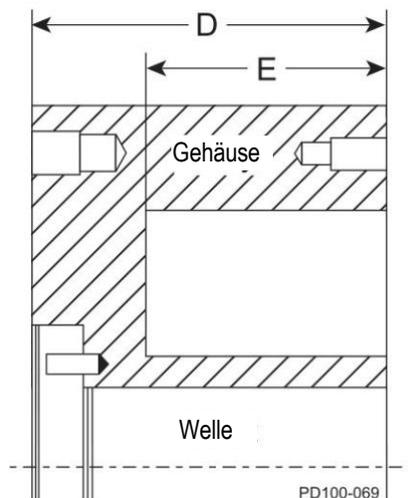
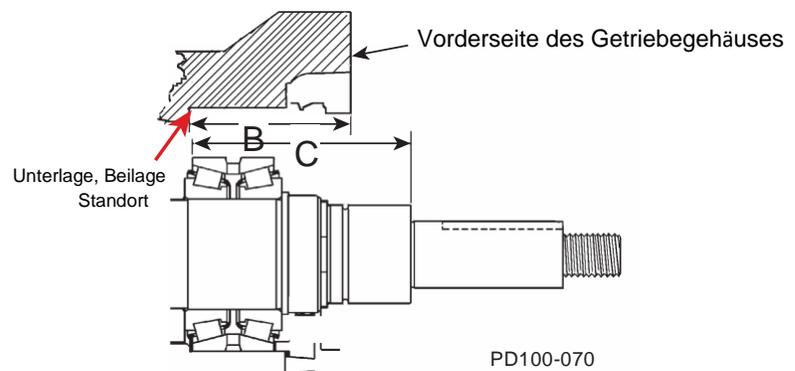

Abbildung 54 - Maße D und E
Abbildung 55 - Maße B und C
- Ist eine Berechnung der korrekten Ausgleichsscheiben (Shims) für Austauschwellen, für Lager oder für beides erforderlich, siehe Abbildung 55 und Abbildung 54; führen Sie die Messungen und Berechnungen mit einer Genauigkeit von drei Dezimalstellen durch (z. B. 059).
- Messen Sie „B“ im Getriebegehäuse und „C“ an der Welle (Abbildung 55).
- Messen Sie „D“ und „E“ am Gehäuse (Abbildung 54).
(Textboxen für Abbildung 54 und Abbildung 55)